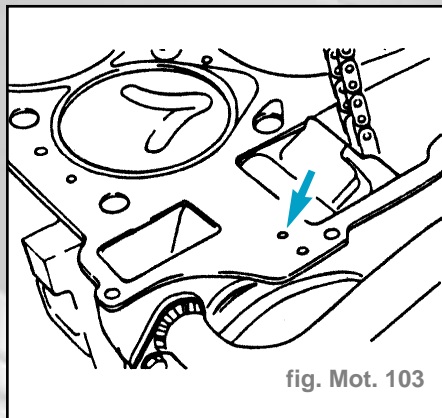

fig. Mot. 103
- Joints de culasse (fig. Mot. 103).